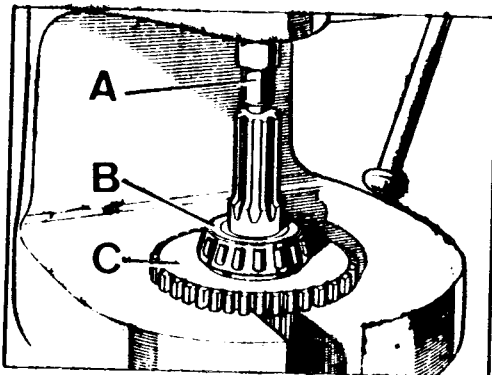

Fig. C-39 Desmontaje a presión del cojinete trasero
- 1.9. Con un extractor, o a presión, se separará del eje de salida el cojinete trasero, B (Fig. C-39).